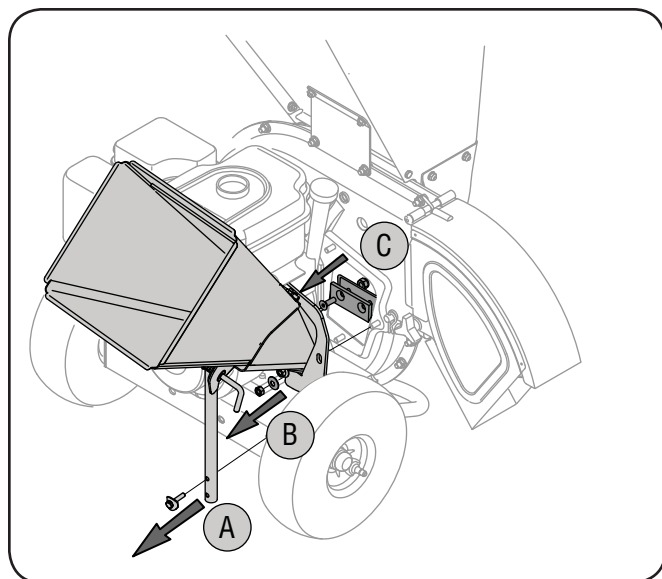

Figure 7-1
3. Démonter le support qui retient la goulotte de déchetage sur le châssis en enlevant les boulons hex. et rondelles de selle qui l'y rattachent. Voir la Fig. 7-1.